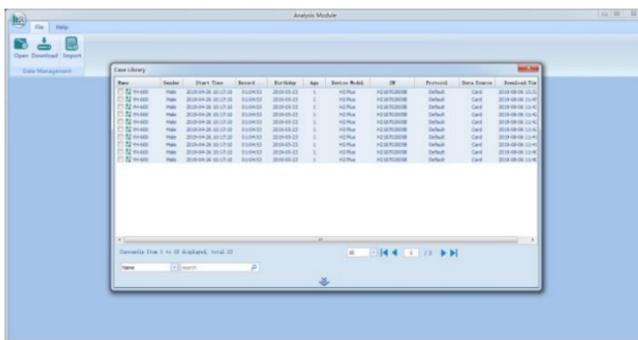
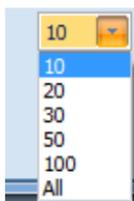
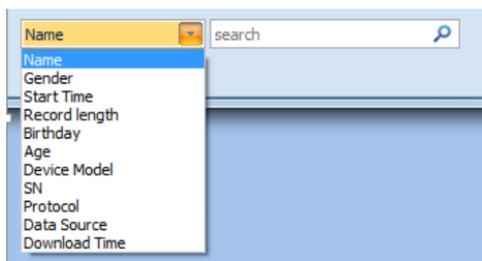

Figura 2-2
Figura 2-3
Figura 2-4
- (1) En el cuadro de diálogo emergente “Case library”, puede seleccionar un archivo para abrir el análisis. En esta interfaz, puede establecer el número de pantallas de información del paciente y consultar información relacionada con el paciente, como: nombre, género, etc, Como se muestra en la Figura 2-2 y la Figura 2-3. También puede buscar información del paciente por criterios específicos, Como se muestra en la Figura 2-4.